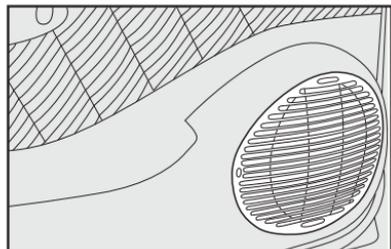

fig. 66
- Altoparlantes en las puertas delanteras (**fig. 66**).